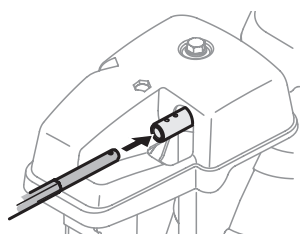

Figura 2-24
2. Inserte la varilla de control del canal dentro del cabezal de control del canal. Empuje la varilla tan lejos dentro del cabezal de control del canal como sea posible, manteniendo los orificios en la varilla orientados hacia arriba. Consulte Figura 2-24.